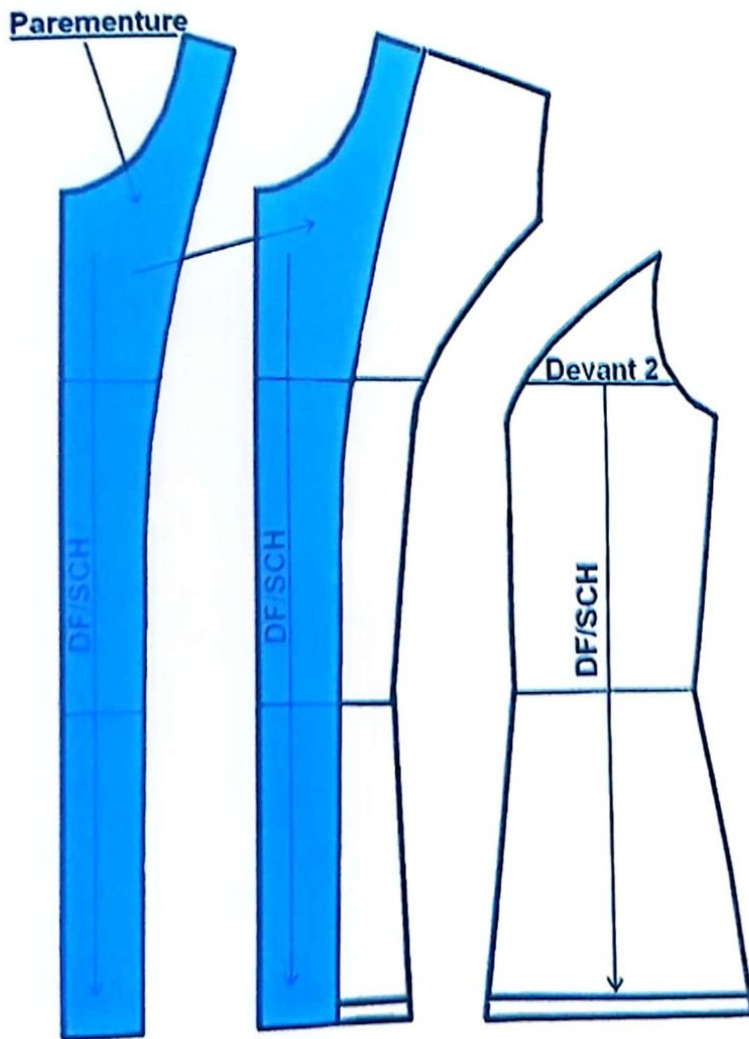

FIG. 7
- Supprimez la parementure devant coupée en tissu (fig.7).